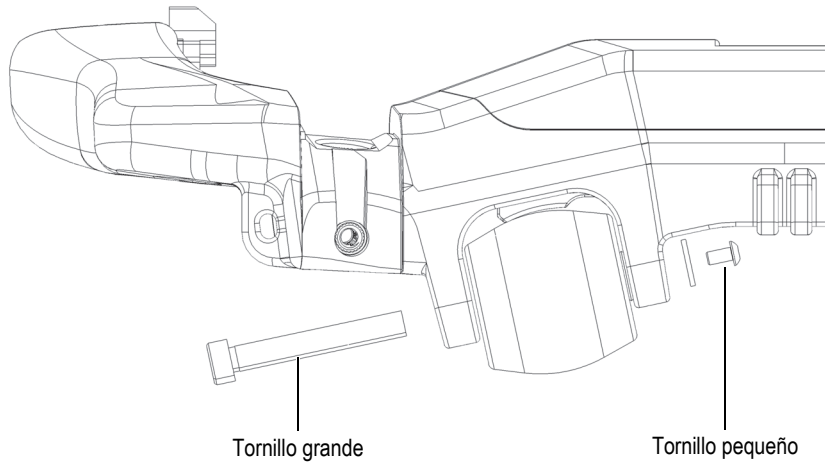

Figura 5-1 Extracción de tornillo
1. Use una llave hexagonal para retirar los tornillos pequeños mientras soporta el tornillo grande con otra llave hexagonal (ver Figura 5-1 en la página 79).